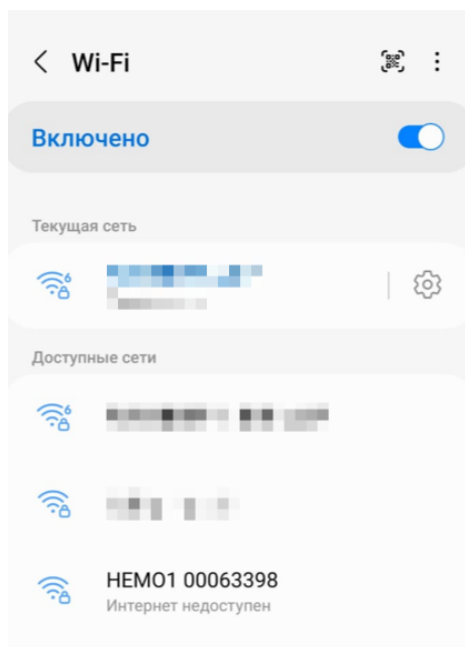

Рисунок 25
- Подключится Wi-Fi сети счетчика, см. Рисунок 25;